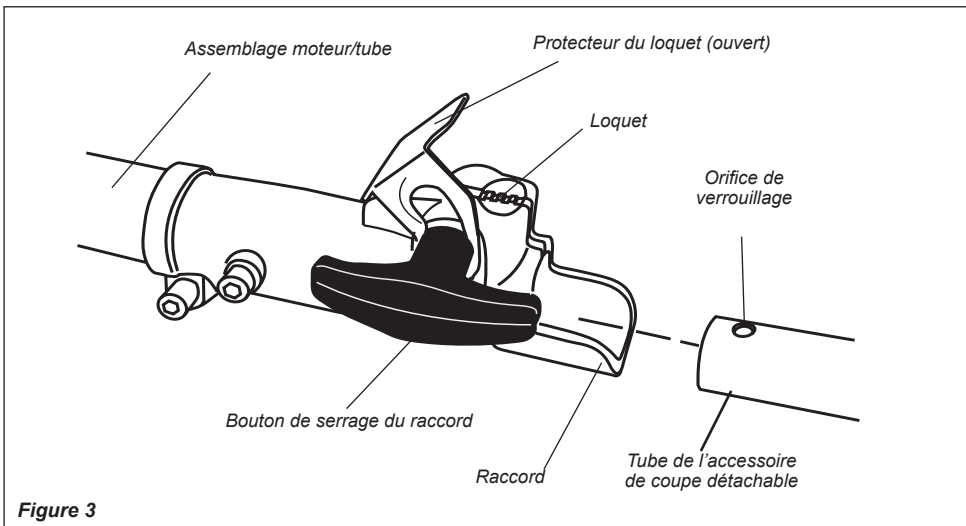

Figure 3
4. Tourner l'accessoire de gauche à droite jusqu'à ce que le loquet du raccord s'engage. Voir figure 3.